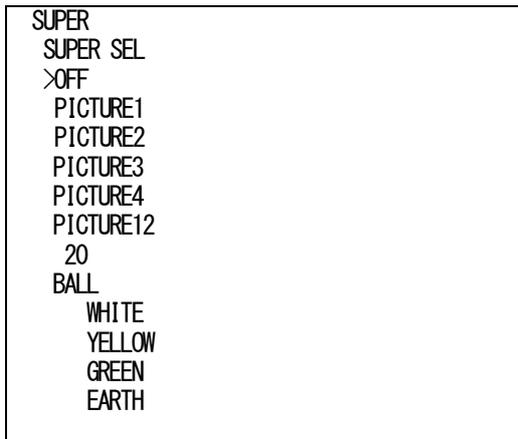

図4-31 オンスクリーンメニュー (SUPER SEL例)
- 1) SUPERメニューで「SUPER SEL[**SPSL**]」を選択し、**ENTER** ボタンを押すと図4-31のような設定メニューが表示されます。